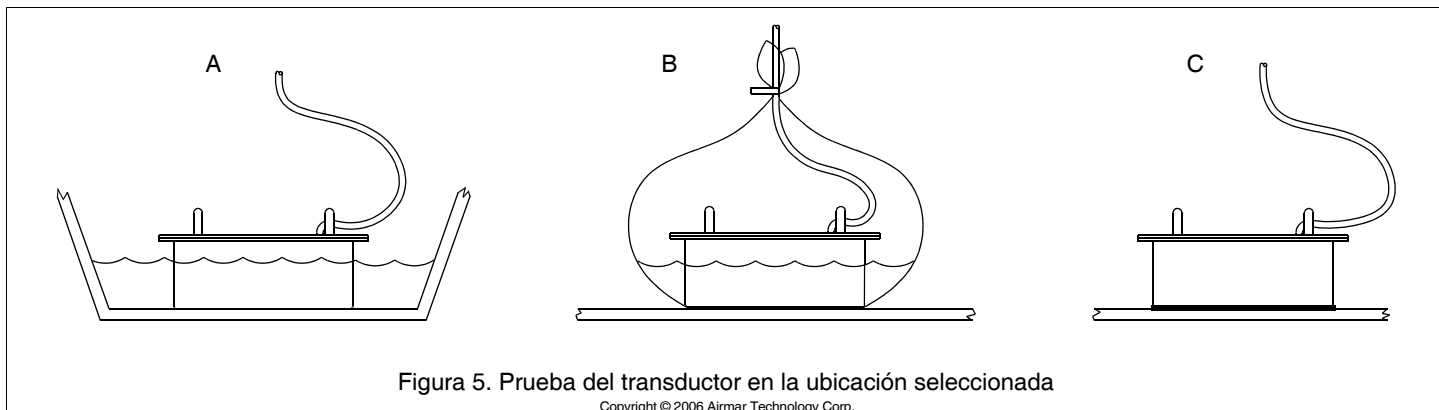

Figura 5. Prueba del transductor en la ubicación seleccionada
- A. **Si el transductor se va a situar cerca de la popa y el barco tiene un ángulo de pantoque mínimo**—Elimine la suciedad y la grasa con detergente o un disolvente suave, como por ejemplo alcohol. Coloque el transductor contra el casco y deje el que agua de la sentina cubra la superficie de contacto entre ambos (figura 5-A).
- B. **Ángulo de pantoque moderado**—Si la superficie del casco no es suave, líjela con una lijadora de disco. Coloque el transductor dentro de una bolsa de plástico fino. Llene parcialmente la bolsa con agua y ciérrela bien con una abrazadera de cable. Moje la superficie del casco y presione contra este la cara activa del transductor a través de la bolsa (figura 5-B)
C. Cualquier ubicación—Si la superficie del casco no es suave, líjela con una lijadora de disco. Recubra la cara activa del transductor con un lubricante al agua (por ejemplo vaselina K-Y®). Con un movimiento giratorio, presione firmemente la cara activa contra el casco (figura 5-C). Después de la prueba, elimine todo resto de lubricante de la cara activa del transductor.